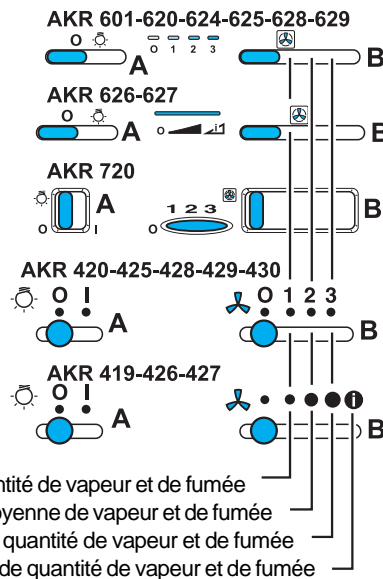
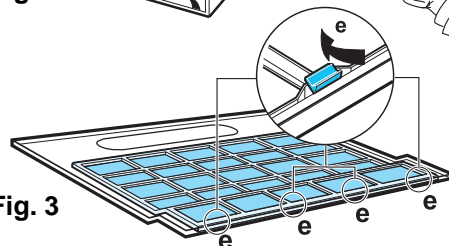

Fig. 2
Fig. 3
4. Enlevez le dispositif de fixation du filtre à graisses (Fig. 2, e ou Fig. 3, e).